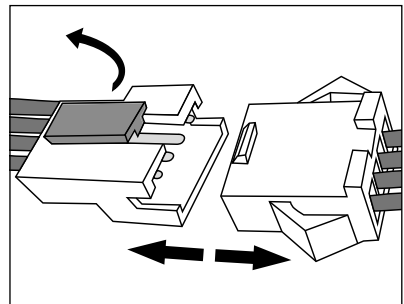

Afb. 16
- 1) Draai de beide schroeven van de klep van het accuvak ㉒ (zie afb. 16) aan de onderkant van het apparaat los met een kruiskopschroevendraaier en haal ze uit het apparaat. Haal de klep van het accuvak ㉒ van het apparaat af.